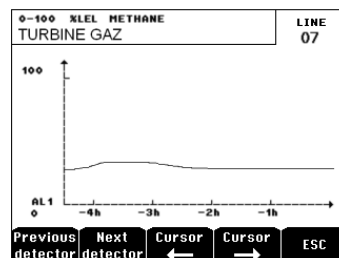

Figura 45: Esempio di schermata di visualizzazione di una curva.
- **Curve (Curva)**: visualizzazione delle curve di misurazione delle ultime 4 ore (Figura 45). I tasti → e ← consentono lo spostamento del cursore lungo la scala temporale. La linea verticale punteggiata visualizza la concentrazione e la data e ora del punto considerato. Escape: torna alla visualizzazione dei valori.